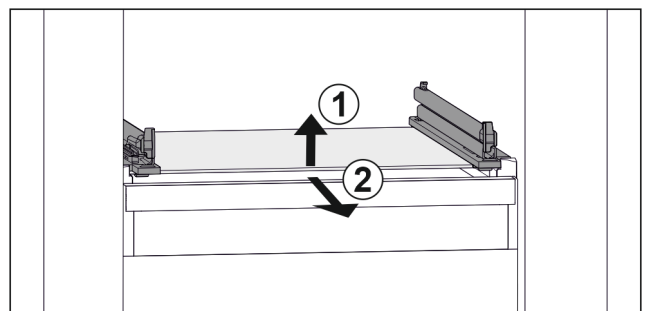

Fig. 50 Simbolična slika steklene plošče
- ▶ Stekleno ploščo dvignite v smeri naprej. Fig. 50 (1)
- ▶ Stekleno ploščo odstranite v smeri naprej. Fig. 50 (2)